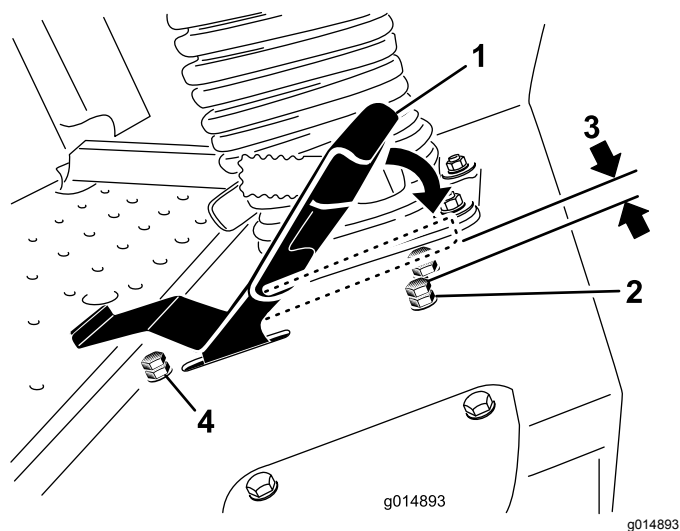

Рисунок 49
3. Отпустите контргайку на упорном болте педали тяги (Рисунок 49).